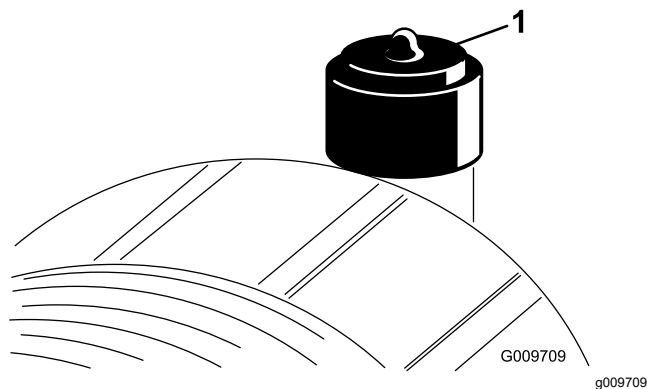

Figura 84
Effettuate la manutenzione del filtro dell'aria quando l'indicatore (Figura 84) lo richiede. Sostituendo il filtro dell'aria prima del necessario si aumenta il rischio che la morchia penetri nel motore quando si toglie il filtro.
9. Se la spia (Figura 84) è rossa, resettatela.